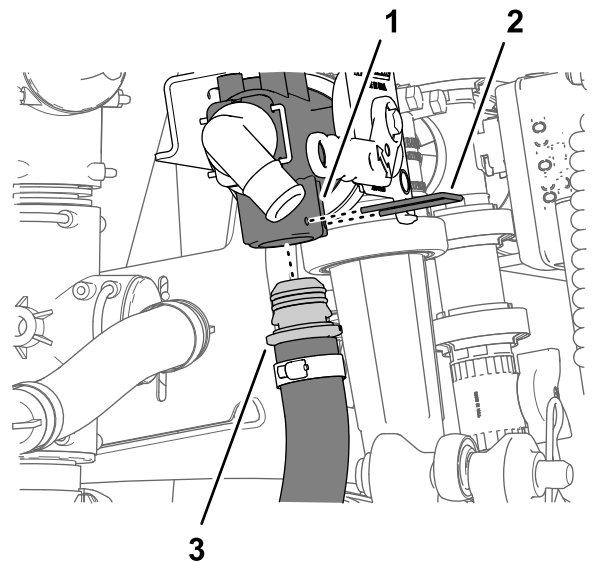

图 226
3. 将压力软管总成 Toro 零件号 131-9648 的其他 90° 接头与打药泵 T 形接头的开口端对齐并插入 90° 接头直到其进入 T 形接头 图 226。
- 将压力软管总成Toro 零件号 131-9648的直通宝塔接头与液体切断阀的下端口对齐并插入直通接头直到其进入阀门图 226。